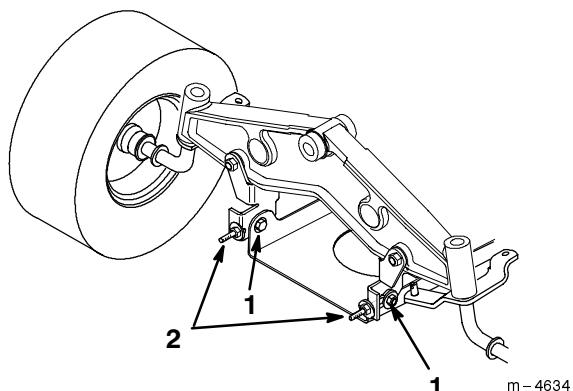

Figure 53
7. Pour régler l'inclinaison avant/arrière des lames, desserrez légèrement les boulons de fixation de la plaque de pivot avant (Fig. 53).
8. Tournez les contre-écrous des boulons à œil pour modifier le réglage (Fig. 53). Serrez les contre-écrous pour relever l'avant du plateau et desserrez-les pour abaisser l'avant du plateau.
10. Quand l'inclinaison avant/arrière est correcte, resserrez les boulons de fixation de la plaque de pivot (Fig. 53).